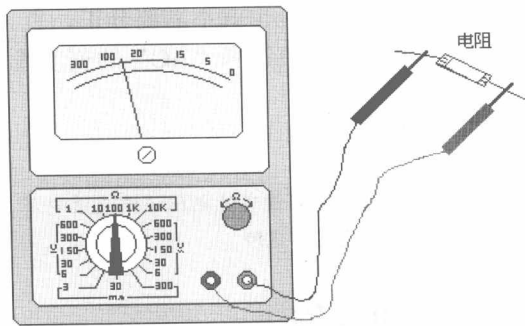

图 1-3 测量电阻
步骤② 将两根表笔分别接触被测电阻 (或电路) 两端, 读出指针在欧姆刻度线 (第一条线) 上的读数, 再乘以该档位的数字, 就是所测电阻的阻值, 如图 1-3 所示。